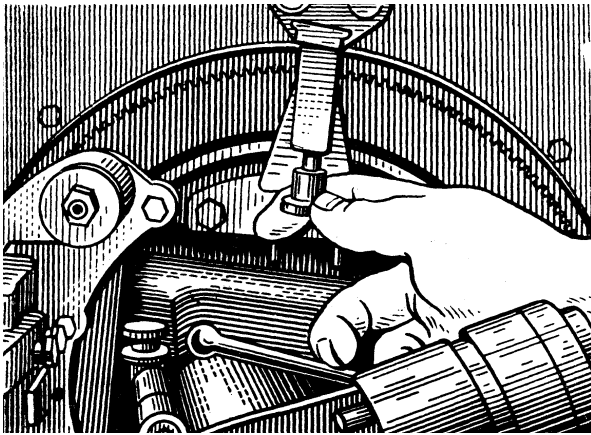

Рис. 70. Зняття пускової установки БМП-2 зі стопора
- зняти зі стопору пускову установку, для чого, відтягнути стопор від себе, повернути його на 90° (рис. 70);